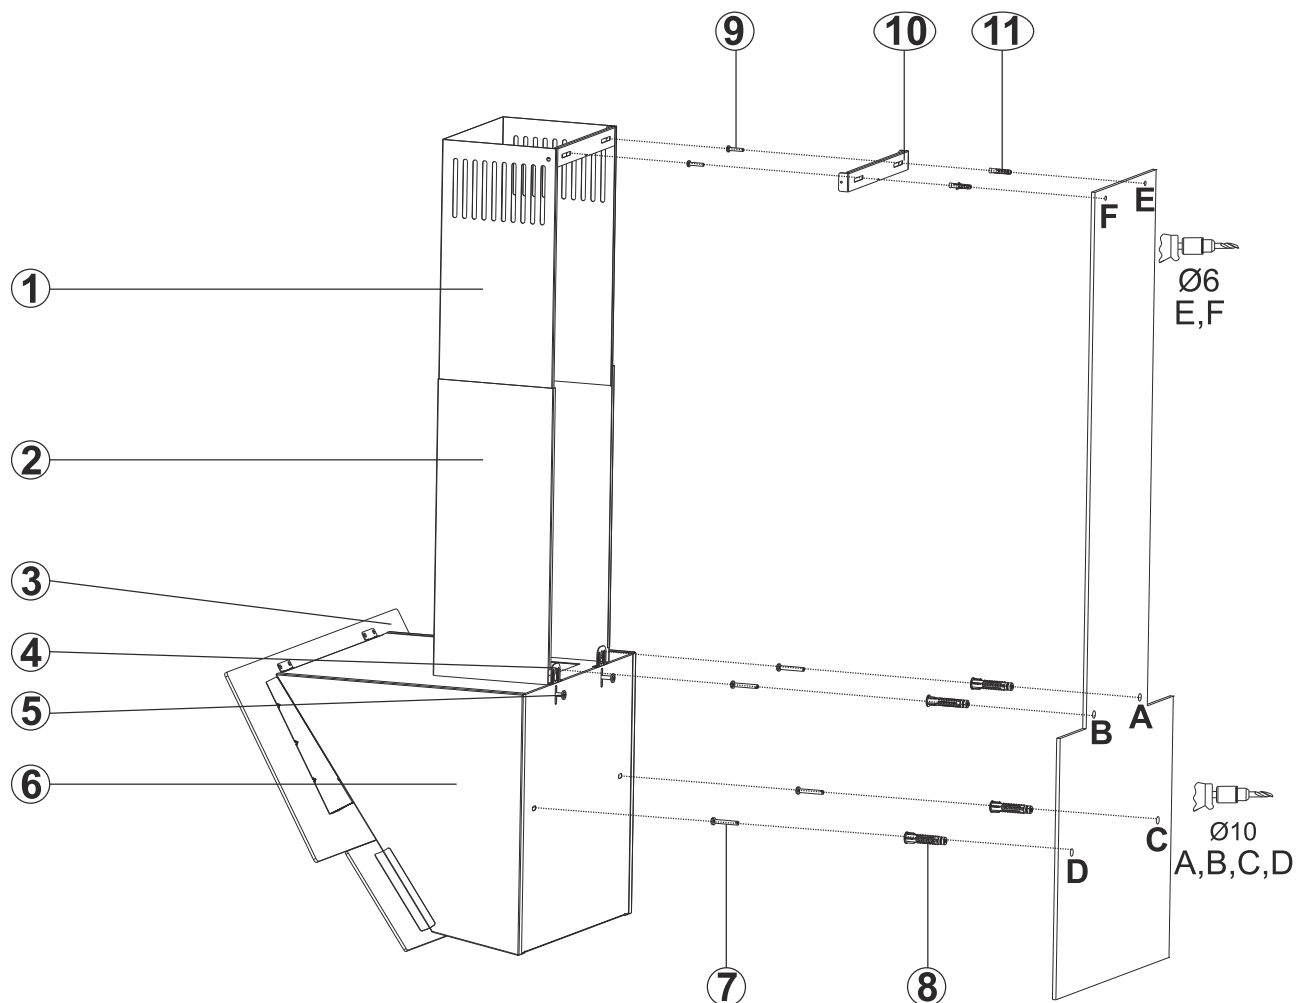

Fig. 17
1. ➔ Løsn skruen (4) til ophængningsbeslaget (5) og træk ophængningsbeslaget (5) op. Stram derefter skruen for at fastgøre beslaget (Fig. 17).
2. ➔ Montere emhætten ved brug af monteringskabelon. Hold monteringskabelonen op ad vægen og tag de anbefalede installations højder i betragtning. Bor huller i punkterne A, B, C & D (Fig. 17).
3. ➔ Placer Ø 10 mm rawlplugs (8) i borede A, B, C og D punkter, og skru skruerne til A + B-punkter med 5 mm mellemrum mellem skruetop og væggen (Fig. 17).
1. ➤ Vægbeslaget til skorstenen (10) holdes hen mod væggen der hvor den skal placeres. Herefter markeres punkterne E & F (Fig. 17).
2. ➤ Bor punkter E og F med Ø 6 mm bor, og sæt Ø 6 mm rawl-plugs. Montervægbeslaget til skorstenen med 3,9x22 skruer (Fig. 17).